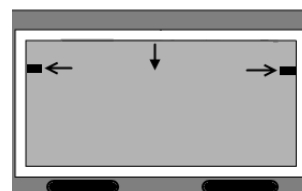

Fig. 6
- 1) Antes de proceder al montaje de la campana, le recomendamos que retire la rejilla del filtro con el fin de manipular mejor la campana. Para ello, pulse los botones de cierre situados a la derecha y a la izquierda de la rejilla como se indica en este esquema (Fig. 6).